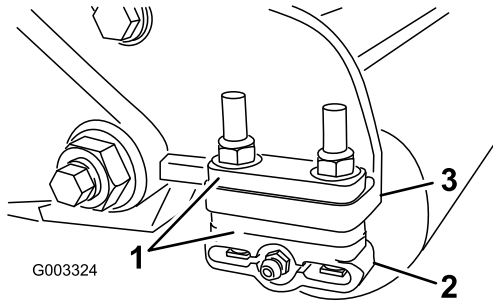

图 12
1. 根据剪草高度表将所需数量的隔片放在侧板安装法兰图 12 下将后滚筒支架图 12 调节到所需的剪草高度范围。